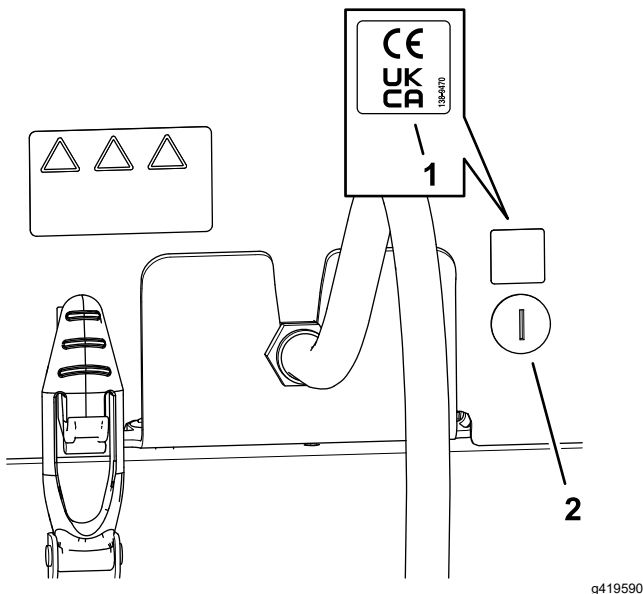

Figure 35
1. Avec de l'alcool à friction et un chiffon propre, nettoyez la zone du capot près du verrou et laissez sécher le capot (Figure 35).